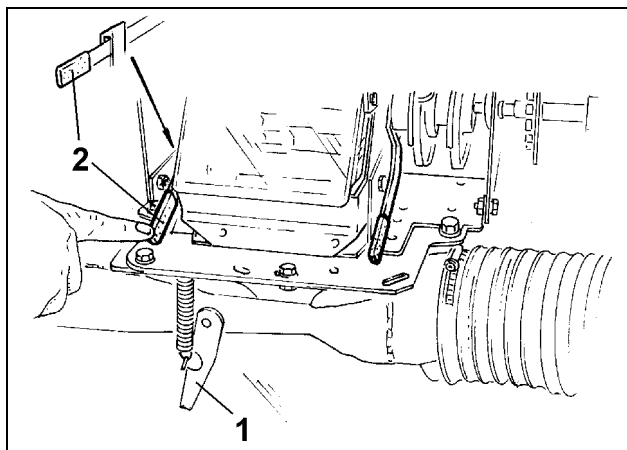

Fig. 104
- injektorslusens dæksel (Fig. 104/1) og
For at åbne spjældet til tømning af restmængde skal grebet (Fig. 104/2) bag doseringselementet trykkes ned og låses.